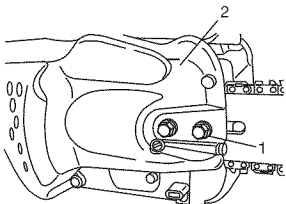

Fig. 1
1. Quite la tuerca (1) de presión de la barra de cadena.
2. Quite la tapa lateral (2), apretando parte trasera de la tapa lateral (2). (Fig. 1)
Luego, apretar provisoriamente la tuerca de fijación. (Fig. 1)